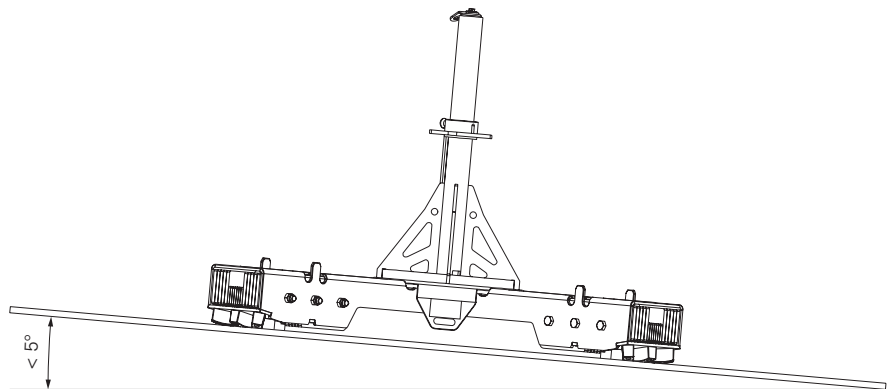

Abb. A2.03
- Neigungswinkel: Die Standfläche darf maximal 5° zur Horizontalen geneigt sein. (Abb. A2.03)